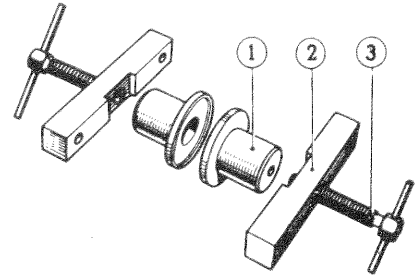
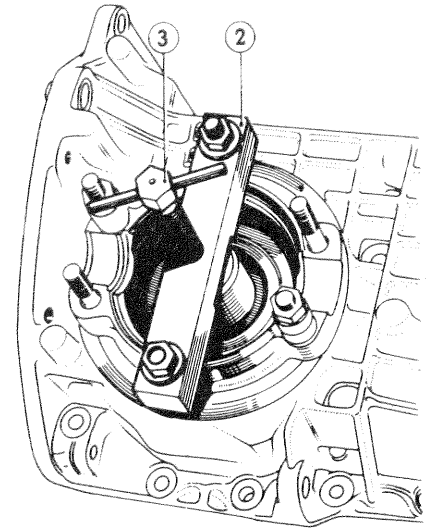

Fig. 64. — Appareil T. AR 63 destiné au réglage du jeu de denture et des roulements de différentiel
Fig. 65. — Outil T. AR 63 mis en place sur demi-carter
- un poussoir (1) ;
- un barreau (2) muni d'une vis (3) (fig. 64).
- le poussoir (1), à la place du joint d'étanchéité ;
- Dévisser au maximum la vis (3) du barreau (2) et le mettre en place sur le support de différentiel (fig. 65).